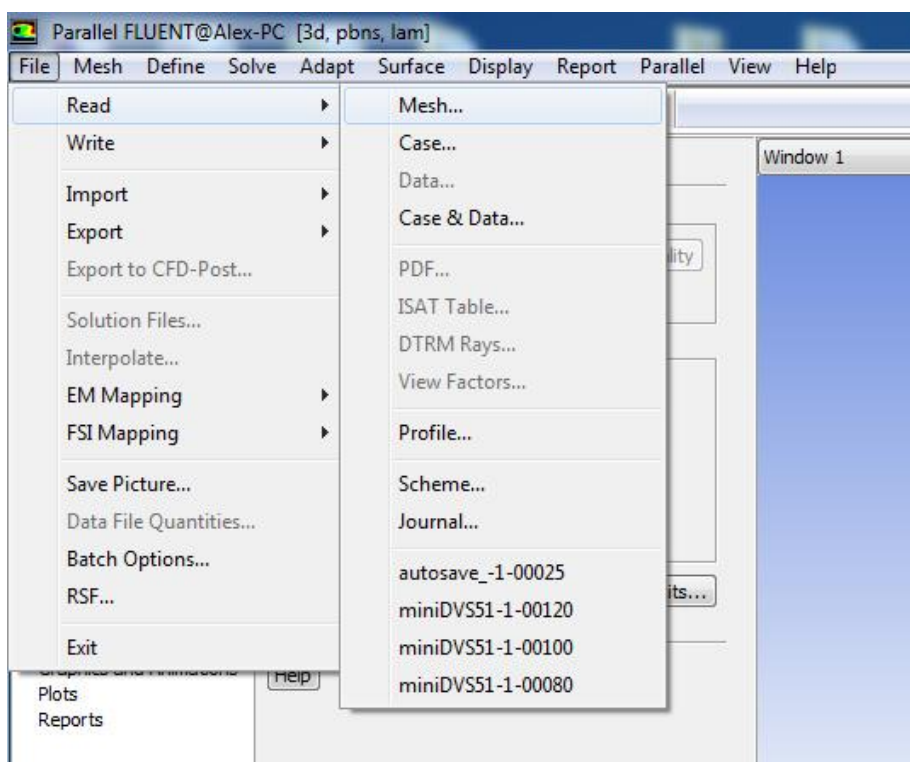

Рисунок 1.2 – Меню загрузки файла сетки
*File* → *Read* → *Mesh...* (рисунок 1.2).